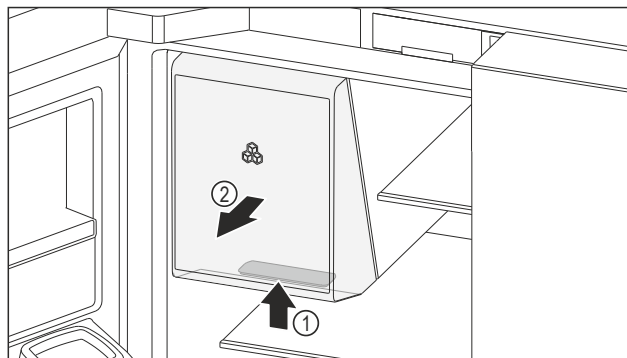

Fig. 156 Retrait du compartiment de stockage de glace
- Saisir la poignée encastrée Fig. 156 (1) du compartiment de stockage de glace par le bas et retirer le compartiment de stockage de glace par l'avant Fig. 156 (2).